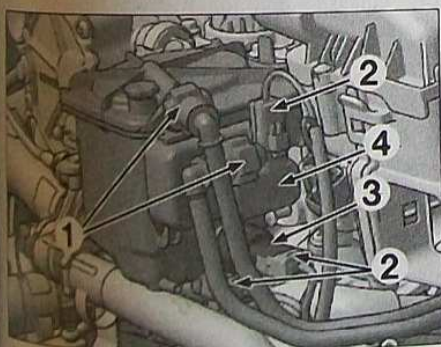

FIG.31
- les tuyaux de carburant (1) (Fig.31).
- le faisceau (2).
- Déposer, du filtre à gazole, le détecteur d'eau (3) et le réchauffeur (4).